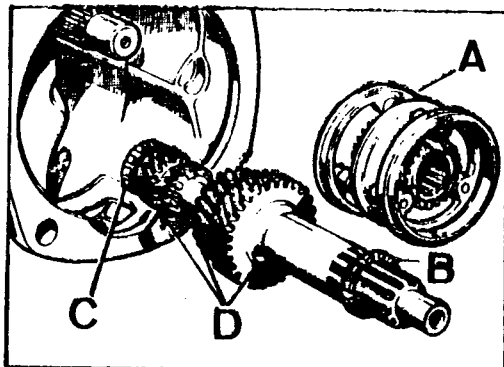

Fig. C-90 Eje intermedio y sincronizador
- 1.2. Retirar del eje principal el mecanismo de sincronización, A (Fig. C-90) de 3a y 4a y sacar de la caja el eje intermedio.
- 3.1. Instalar el cojinete trasero en el eje intermedio (Fig. C-90).